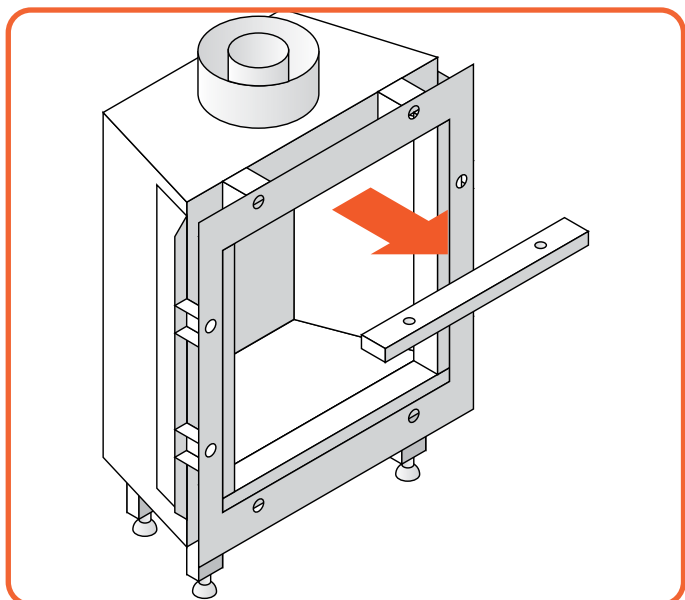

Figure 9.2 | Retirez la garniture supérieure
- Retirez les vis de la garniture supérieure, voir Figure 9.2